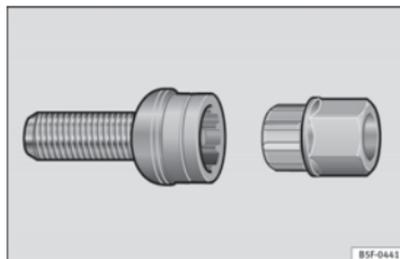

Fig. 177 Boulons de roue antivol.
- Introduisez l'adaptateur au maximum dans le boulon antivol de la roue ⇒ fig. 177.